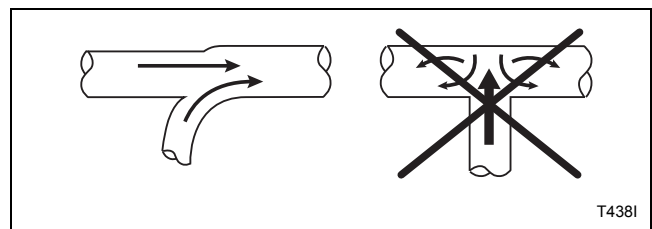

Figura 18
**NOTA:** No conecte nunca un conducto de secadora perpendicular a un conducto colector. Consulte la *Figura 18*. Al hacer esto se producirá una contrapresión excesiva, produciendo un rendimiento deficiente. No conecte nunca dos conductos de escape de secadora directamente uno frente al otro en el punto de entrada en el conducto colector.